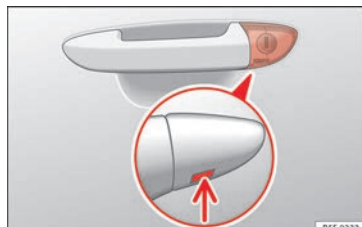

Abb. 3 Fahrertürgriff: verborgener Schließzylinder.
- Den Schlüsselbart am Fahrertürgriff in die untere Öffnung der Abdeckkappe stecken » **Abb. 3** (Pfeil) und die Abdeckkappe von unten nach oben anheben.